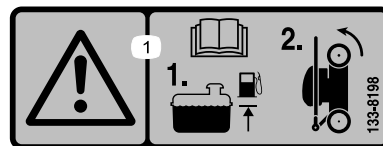

Figura 21
1. Assicuratevi che il livello del carburante nel serbatoio del carburante non sia superiore a quello raccomandato dal produttore del motore; fate riferimento all'adesivo del produttore del motore sul motore stesso (Figura 21).